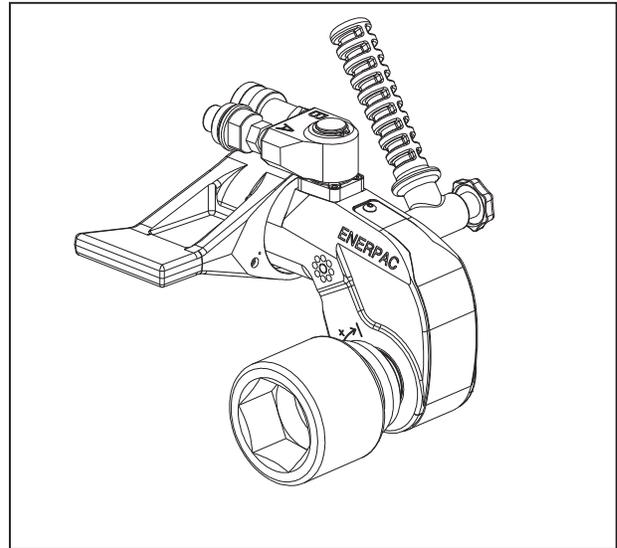

Fig. 16
4.3.4 Desserrage des écrous et boulons (fig. 16 et 17)
- Positionner le pied (17) du bras de réaction (6) contre un point de réaction approprié (18). Ce point de réaction offrira un contrepoint à la force produite par l'utilisation de l'outil.